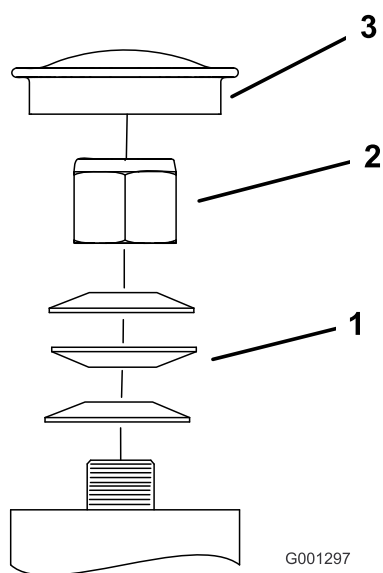

Figure 46
3. Retirez le capuchon anti-poussière de la roue pivotante et serrez le contre-écrou (Figure 46).
4. Continuez de serrer le contre-écrou jusqu'à ce que les rondelles élastiques soient aplaties, puis desserrez-le de 1/4 de tour pour obtenir la précharge correcte des roulements (Figure 46).
Important: Veillez à placer les rondelles comme illustré (Figure 46).
5. Remettez le capuchon anti-poussière en place (Figure 46).